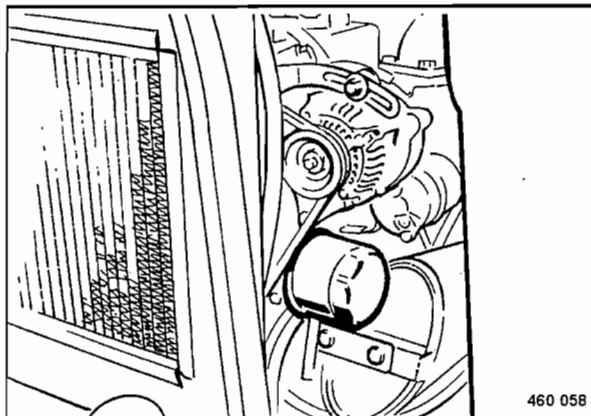

Fig. 94
- Soltar el cartucho filtrante del aceite de motor (Fig. 94) con una llave de cinta apropiada y desenroscarlo.